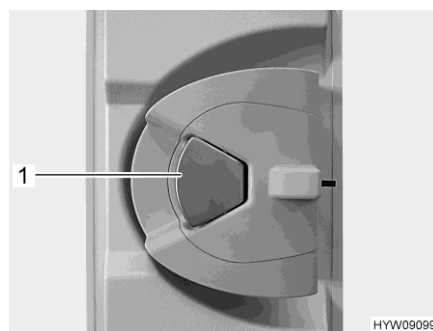

Fig. 51 Serratura della porta (porta di ingresso, lato interno)
- Quando la serratura della porta è bloccata: Tirare una volta la maniglia della porta (Fig. 51,1). La porta è sbloccata.
- Tirare la maniglia della porta (Fig. 51,1). La porta è aperta.
- Premere la maniglia della porta (Fig. 51,1).